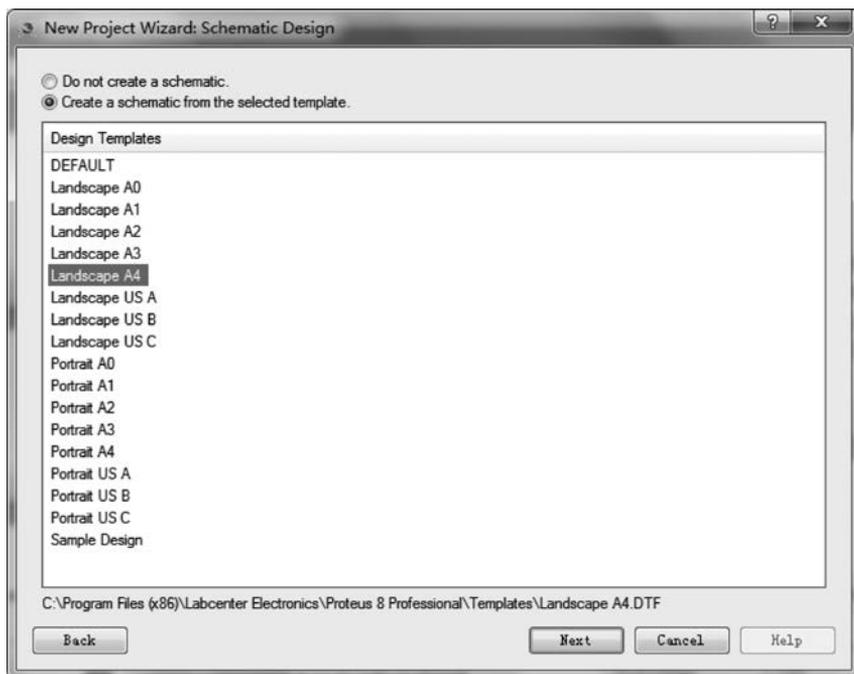

图 3.33 New Project Wizard: Schematic Design 对话框
(2) 单击 Next 按钮，弹出 New Project Wizard: Schematic Design 对话框，如图 3.33 所示。在该对话框中，选择一种设计模板 Landscape A4，并选中 Create a schematic from the selected template 单选按钮。